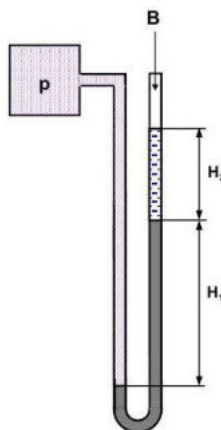

Рис. 1
5. Для определения давления газа к сосуду подключен U-образный ртутный манометр (рис.1). Высота столба ртути $H_1=500$ мм. Над ртутью в правом колене находится вода. Высота водяного столба $H_2=200$ мм. Барометрическое давление $V_0=742$ мм рт.ст. Определить абсолютное давление газа в сосуде в миллиметрах ртутного столба и в барах.